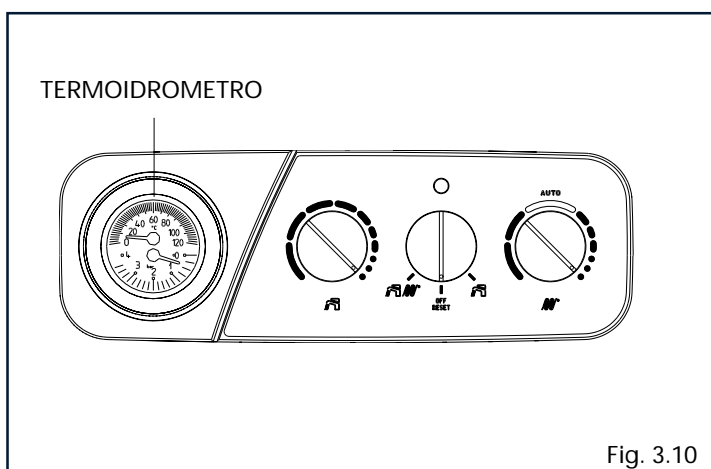

Fig. 3.10
- aprire di due o tre giri il tappo della valvola di sfogo aria automatica (C)
- aprire il rubinetto di riempimento (D) fino a che la pressione indicata dal termoidrometro (fig. 3.10) sia compreso tra 1 e 1,5 bar.